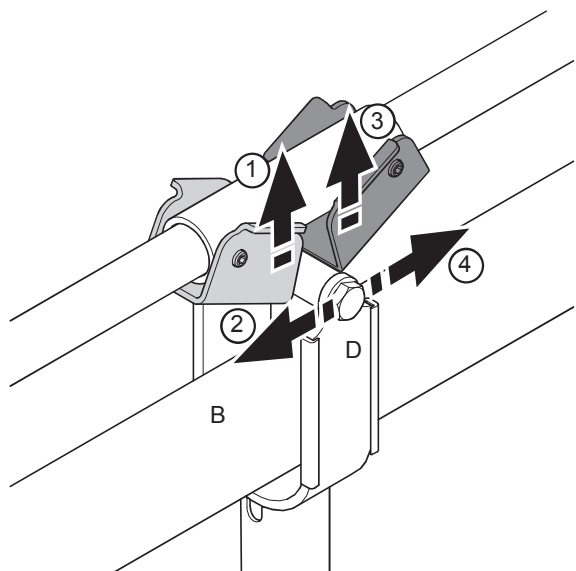

Fig. 29: Individuell løslatelse.
- Løft sperren på høyre side av låseinretningen (3).
- ⇒ Det dreibare røret settes i sikkerhetsposisjon (4).
Merk! Dyret kan trykke kraftig mot det dreibare røret. Hold avstand til røret når du frigir det dreibare rørets låsepunkt. Det dreibare røret beveger seg mot venstre (2) eller høyre (4). For mer informasjon, se Fig. 29.